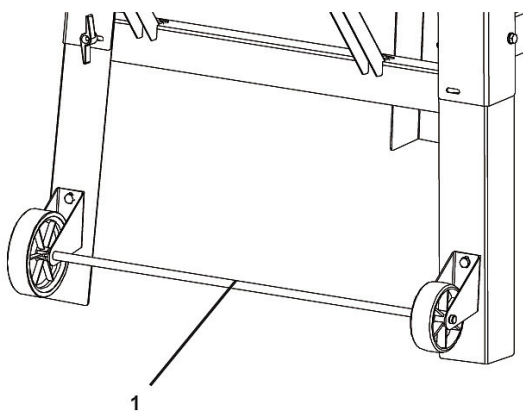

Abb. 10: Montage der Transportständer
Schritt 9: Radsatz (Pos.1, Abb.10) an die Standfüße montieren.